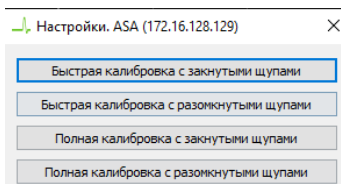

Рисунок 17.2. Окно калибровки EyePoint H10 ПО EPLab.
В случае калибровки EyePoint H10, окно калибровки измерителей изменится (Рисунок 17.2).
1. Закоротить щупы между собой, после чего в окне калибровки (Рисунок 17.2) необходимо нажать кнопку "*Полная калибровка с замкнутыми щупами*" и следовать подсказкам программы.